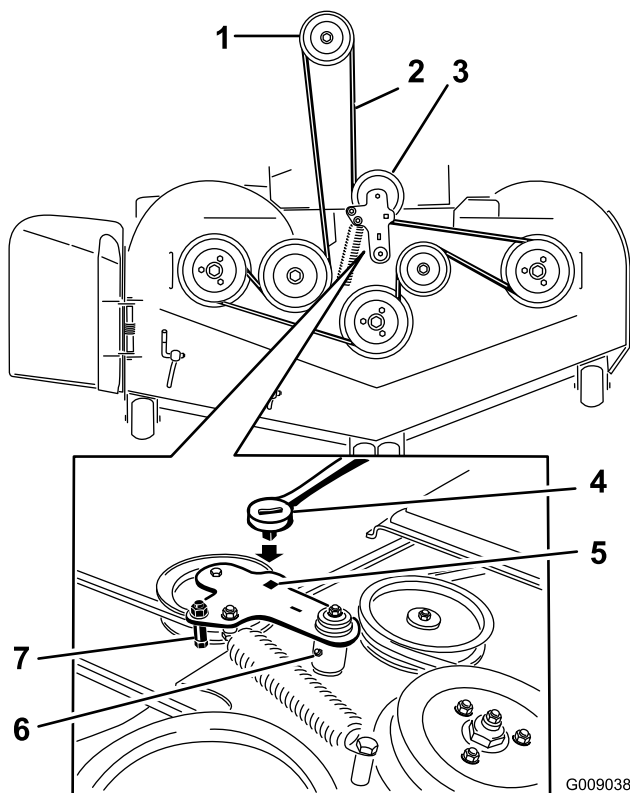

Figura 73
3. Utilice una llave de carraca en el taladro cuadrado del brazo tensor para aliviar la tensión del muelle tensor (Figura 73).
5. Instale la guía de la correa en el brazo tensor tensado con muelle (Figura 73).
7. Pase la correa nueva alrededor de las poleas del cortacésped y de la polea del embrague, debajo del motor (Figura 73).
10. Instale la guía de la correa en el brazo tensor (Figura 73).
11. Utilizando la llave de carraca en el taladro cuadrado, instale el muelle tensor (Figura 73).